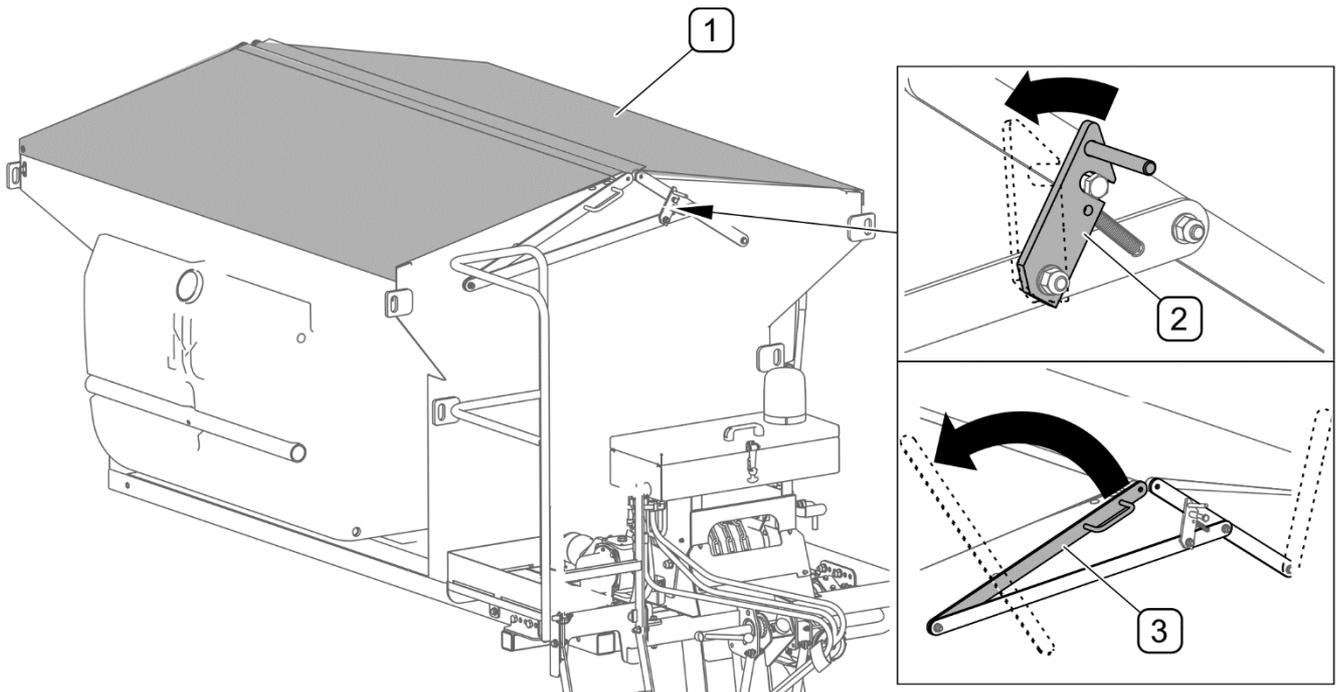

ABBILDUNG 4.14 Anheben der Plane des Behälters
- Die Leiter (1) festhalten und den Sicherungssplint (3) herausziehen,
- Die Leiter (1) herunterlassen.
Die zweiteilige auf dem Gestell des Behälters befestigte Plane in entsprechender Reihenfolge anheben (ABBILDUNG 4.14). Die Sperrklinke (3) entriegeln und die Plane mithilfe des Hebels (3) am Gestell anheben (ABBILDUNG 4.14).
(1) - Plane; (2) - Sperrklinke; (3) - Hebel am Gestell
Vor dem Beladen muss geprüft werden, ob sich im Behälter irgendwelche Gegenstände (Werkzeug, Steine usw.) befinden. Den Behälter von oben über das Sieb beladen, das verhindern soll, dass verklumptes Streumaterial in den Behälter gelangt. Für das Beladen wird die Verwendung eines Frontladers oder eines Förderbandes empfohlen. Die Ladung muss gleichmäßig im Behälter verteilt werden, um die Stabilität der Streumaschine zu gewährleisten. Das Material darf nicht aus großer Höhe in den Behälter fallen gelassen werden. Nach dem Beladen muss der Behälter mit der Plane (ABBILDUNG 4.14) abgedeckt und geprüft werden, ob die Sperrklinke (2) richtig eingerastet ist.